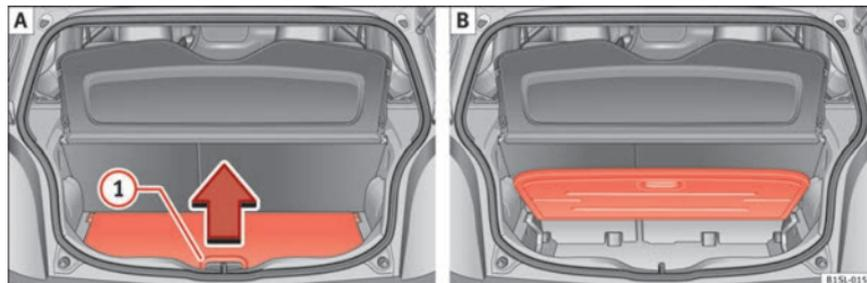

Fig. 69 A: abrir el piso variable del maletero. B: piso variable del maletero levantado.
- Para *levantar* el piso, levante el tirador ⇒ fig. 69 ① en el sentido de la flecha y tire del piso hacia arriba del todo ⇒ fig. 69 B.